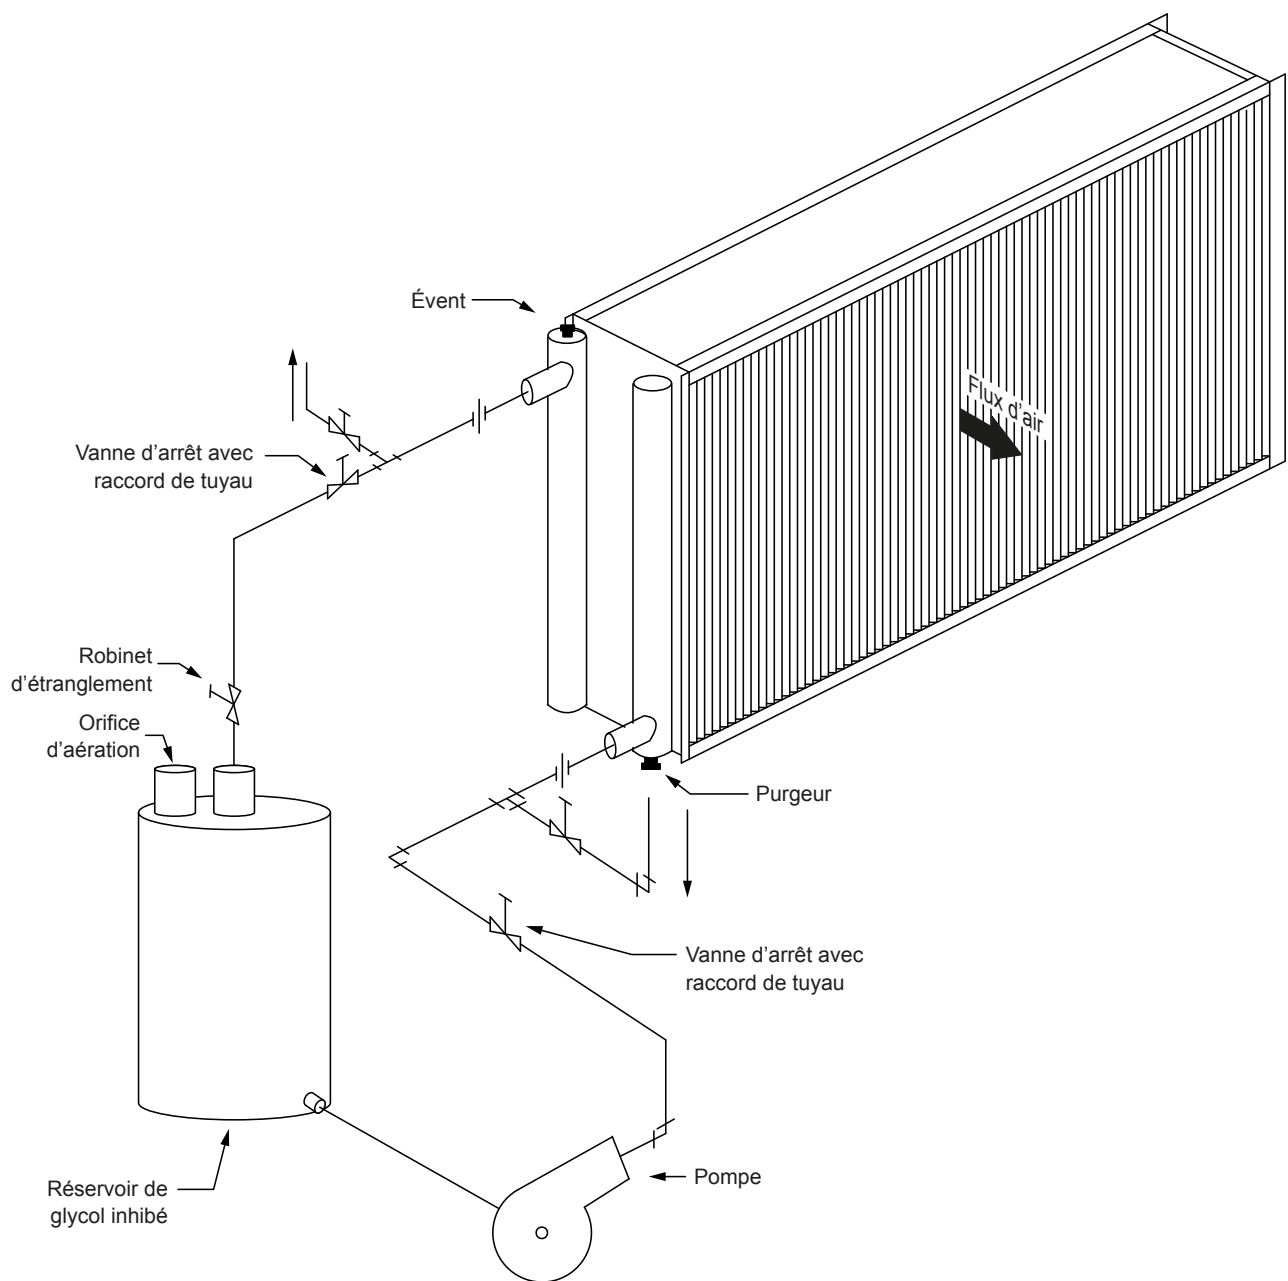

Fig. 19: Schéma du système de purge du serpentin
4. Raccordez le système de rinçage au serpentin. Un exemple de système typique est illustré à la Fig. 19.